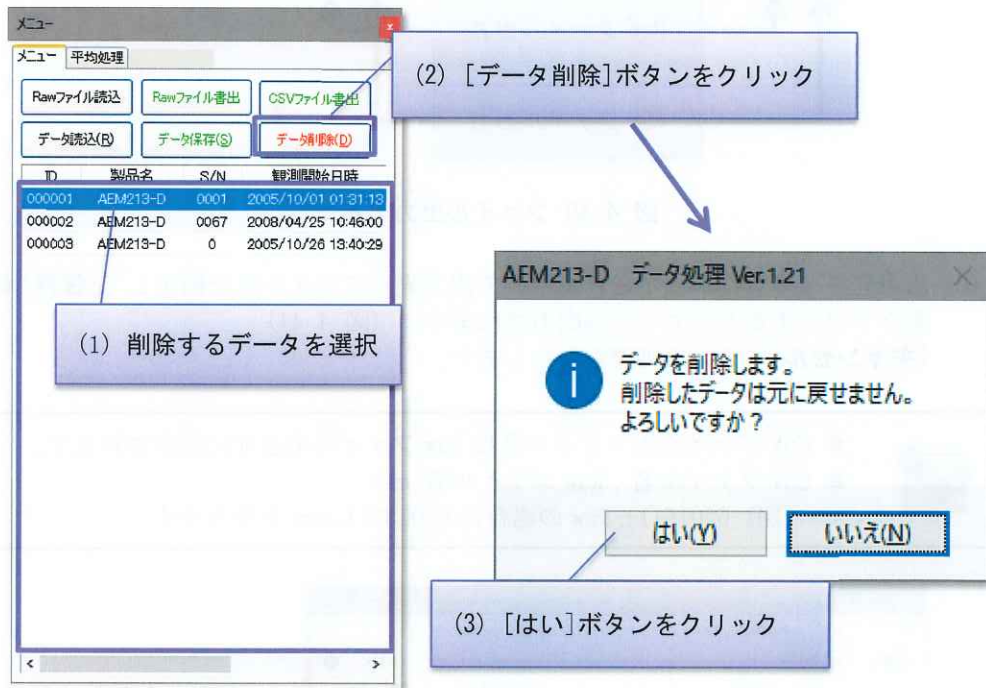

図 4.39 データの削除
- (1) データリスト内の削除したいデータをクリックして選択。マウスのドラッグで複数のデータ選択し、まとめて削除することも可能です。(図 4.39)
- (2) [データ削除] ボタンをクリック。
- (3) 確認画面が表示されますので[はい]をクリック。[いいえ]でキャンセルできます。
- (4) データが削除されます。